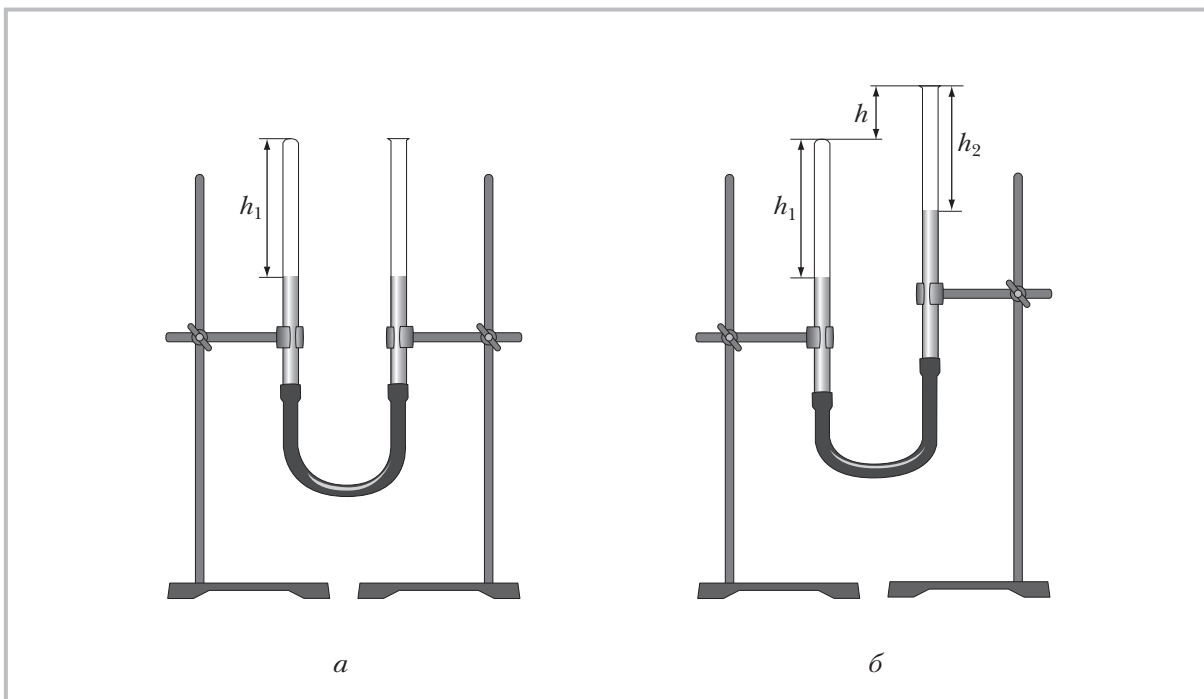

Рис. 2
Изотермический процесс можно исследовать с помощью установки, изображённой на рис. 2. Её действие основано на свойстве сообщающихся сосудов: однородная жидкость устанавливается на одном уровне. Воздух, заключённый в левой трубке между её запаянным концом и жидкостью, стеклянная трубка образуют термодинамическую систему. Изменяя положения правой трубки, можно изменять параметры состояния системы при постоянной температуре. В первом состоянии (рис. 2, а) объём газа V_1 , его давление p_1 . Во втором состоянии (рис. 2, б) объём газа V_2 , его давление p_2 . При изотермическом процессе для газа данной массы произведение его давления на
2. Чему равно давление воздуха в начальном состоянии (см. рис. 2, а)?
3. Как изменилось (увеличилось или уменьшилось) давление воздуха в запаянной части трубки (см. рис. 2, б)?
4. Чему равно давление воздуха в запаянной части трубки (см. рис. 2, б), если разность между уровнями жидкости равна h ?
1. С помощью воронки заполните трубку водой и установите её в штативе (см. рис. 2, а). Убедитесь, что уровни воды в трубках одинаковы.
2. Найдите объём V_1 воздуха в запаянной трубке. Для этого необходимо измерить с помощью линейки высоту столба воздуха h_1 (см. рис. 2, а) и выразить её в условных единицах, приняв сечение трубки за единицу площади: $V_1 = h_1 S$, где $S = 1$ (в условных единицах площади). Тогда $V_1 = h_1$ условных единиц объёма. Давление воздуха в трубке равно атмосферному давлению: $p_1 = p_{\text{атм}}$. Результаты вычислений запишите в таблицу.
3. Измените положение правой трубки, поднимая её на высоту h_2 (например, 20 см) по сравнению с первоначальным уровнем (см. рис. 2, б). Объём воздуха в трубке равен $V_2 = h_2$ условных единиц объёма. Давление воздуха в трубке: $p_2 = p_{\text{атм}} + \rho g h$, где $h = h_1 - h_2$. Температура и масса воздуха, заключённого в левой трубке, не изменяются. Плотность воды равна 1 000 кг/м³. Результаты вычислений запишите в таблицу.